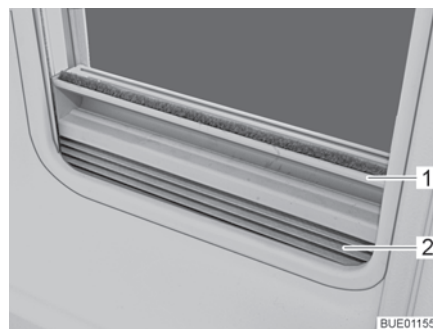

Fig. 36 Dispositif occultant plissé
- Fermer : ■ Saisir le dispositif occultant plissé (Fig. 36,2) par le centre de la barre-poignée (Fig. 36,1), le tirer du bas vers le haut et le relâcher à la hauteur voulue. Le dispositif occultant plissé reste alors à cette hauteur.